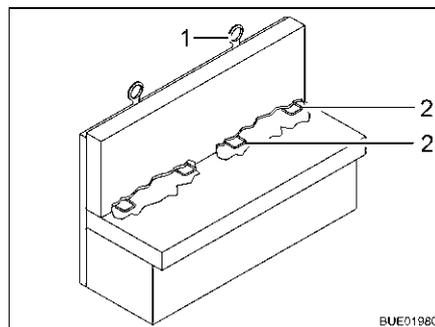

Bild 25 Isofix-Kindersicherung
Wenn das Fahrzeug mit Isofix-Kindersicherung ausgestattet ist, sind die dafür geeigneten Fahrzeugsitze mit einem Isofix-Symbol gekennzeichnet. Diese Fahrzeugsitze verfügen über Haltebügel (Bild 25,2) und einen weiteren Verankerungspunkt oben an der Sitzlehne (Top Tether) (Bild 25,1). Für Isofix
- Wenn möglich den Kindersitz zusätzlich am Top Tether (Bild 25,1) befestigen.